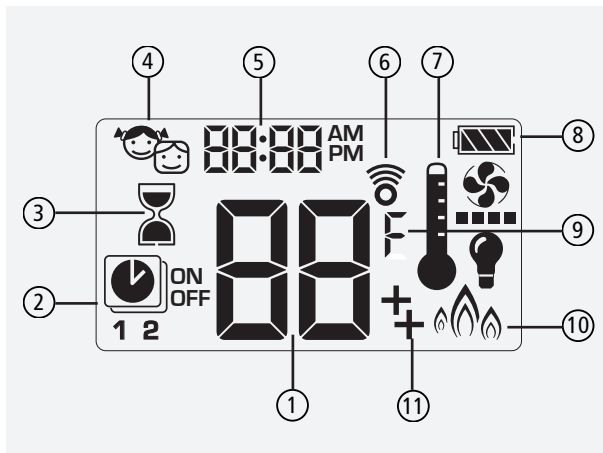

Abb. 3.5 Symbole auf dem Display
Drücken Sie dann noch einmal gleichzeitig die Tasten  und  bis die Uhrzeit im Display (siehe „Abb. 3.5 Symbole auf dem Display“ auf Seite 15) blinkt. Mit den Tasten  und  die Stunde einstellen.
Sie haben die Möglichkeit die Betriebsdauer zu begrenzen („Countdown-Modus“). Halten Sie dafür die Taste  gedrückt bis das Symbol „Countdown“ (siehe Abb. 3.5 auf Seite 15) auf dem Display erscheint und die Zeitanzeige blinkt. Stellen Sie mit den Pfeiltasten (, ) die Stunden ein, bestätigen Sie mit der Taste . Stellen Sie daraufhin mit den Pfeiltasten die Minuten ein und bestätigen Sie erneut mit der Taste .
2. Halten Sie die Taste  gedrückt bis die Anzeige „Timer-Modus“ (siehe Abb. 3.5) blinkt. Die Wunsch-Raumtemperatur (= EIN-Temperatur (ON), siehe Thermostat-Modus) wird angezeigt - sie kann hier nicht verändert werden.